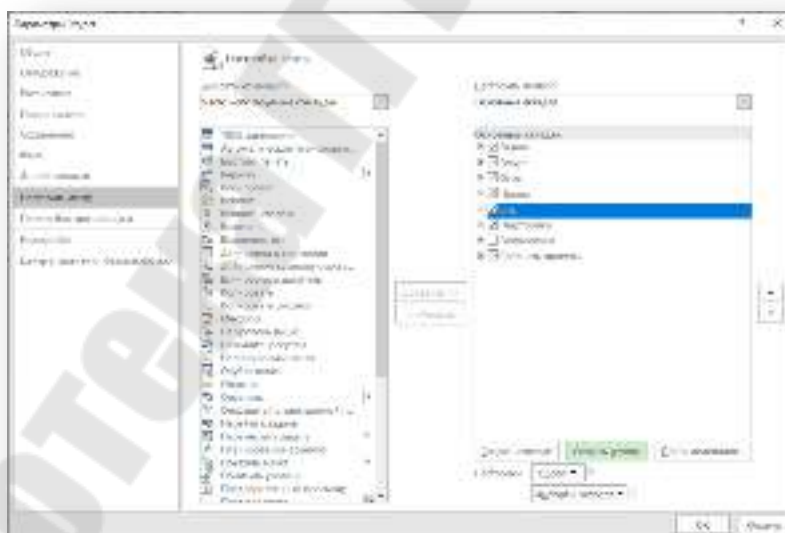

Рис. 2.39. Параметры *Project*
- б. В правом столбце выберите вкладку, на которую требуется добавить мастер диаграмм Ганта (например, *Вид*), а затем нажмите *Создать группу* (рисунок 2.39).